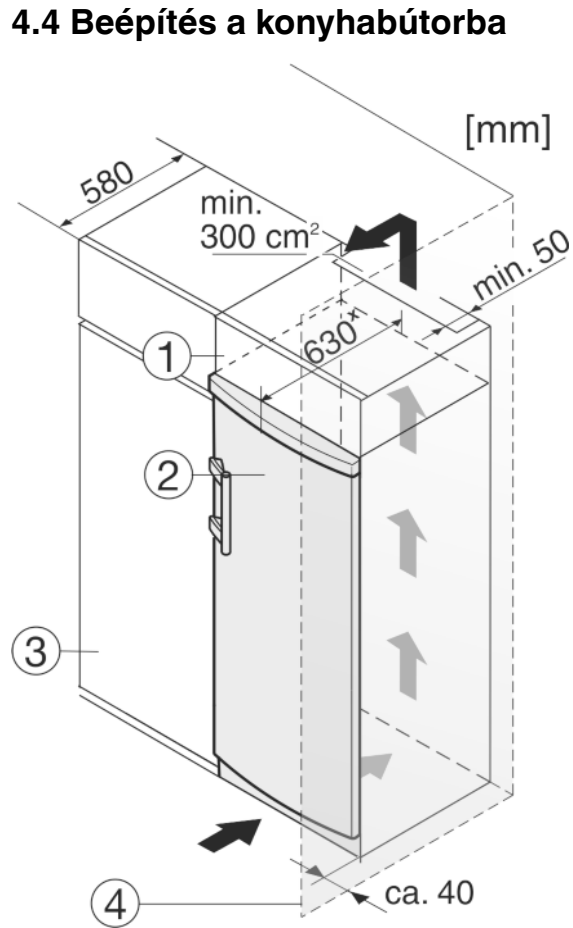

Fig. 11
A készüléket körbe lehet építeni konyhaszekrényekkel. Rá lehet szerelni egy rátétszekrényt Fig. 11 (1), hogy a készüléket Fig. 11 (2) a konyhabútorok magasságához igazítsa.
Ha a berendezést (max. 580 mm mélységű) konyhaszekrényekkel építi körül, akkor közvetlenül a konyhaszekrény Fig. 11 (3) mellett is felállíthatja. A készülék oldalirányban 34 mmx, a közepétől pedig 50 mmx távolságban nyúlik túl a konyhaszekrény előlapjához képest.
Mikor a berendezést a csuklópántokkal egy fal Fig. 11 (4) mellett állítja fel, akkor a berendezés és a fal közti távolság legalább 40 mm legyen. Ez nyitott ajtó esetén megfelel a fogantyú túlnyúlásának.